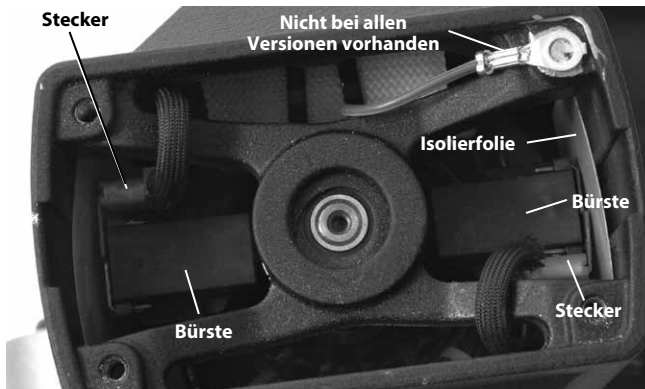

Abbildung 26 – Platzierung der Bürsten - Motorabdeckung entfernt
3. Ziehen Sie mit einer Zange die Motorbürsten gerade heraus. Ziehen Sie den Stecker ab. (Siehe Abbildung 26.)